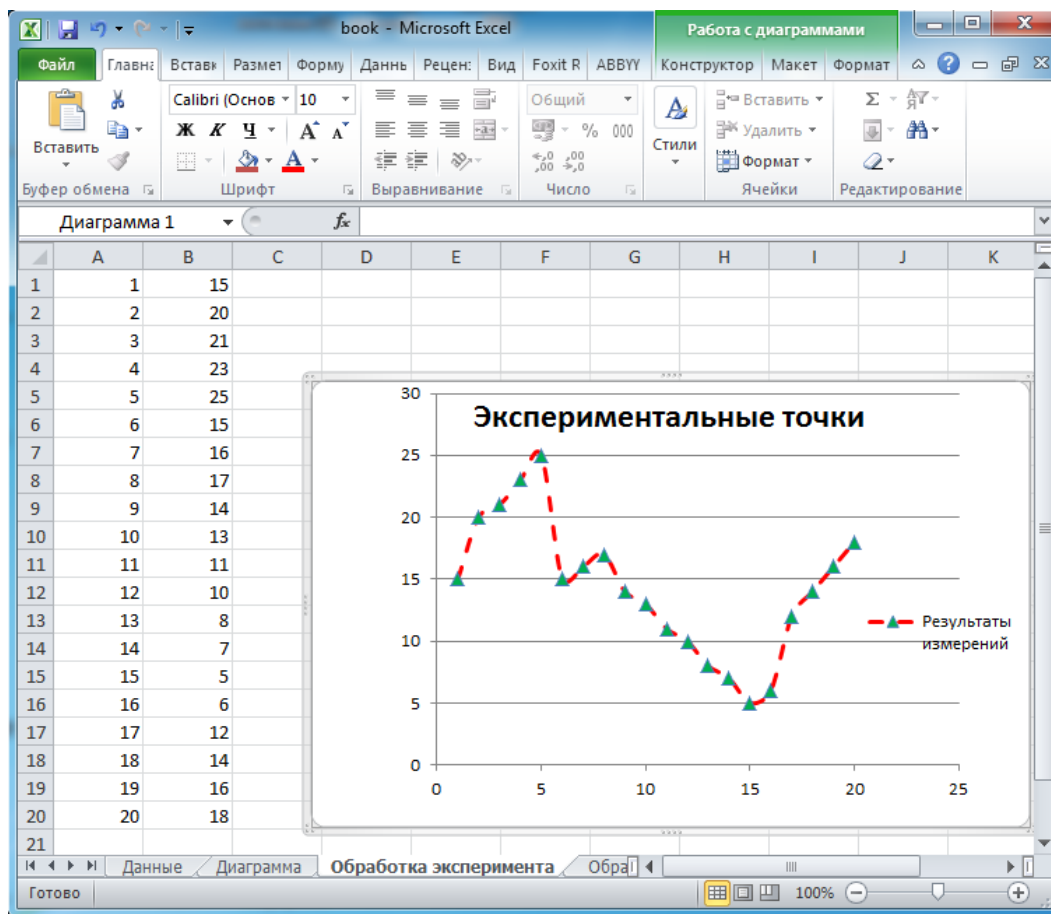

Рисунок 4 – Экспериментальный график
15) Щелкните на кнопке **Закрывать**, снимите выделение с ряда данных и посмотрите, как изменился вид графика (см. рисунок 4).